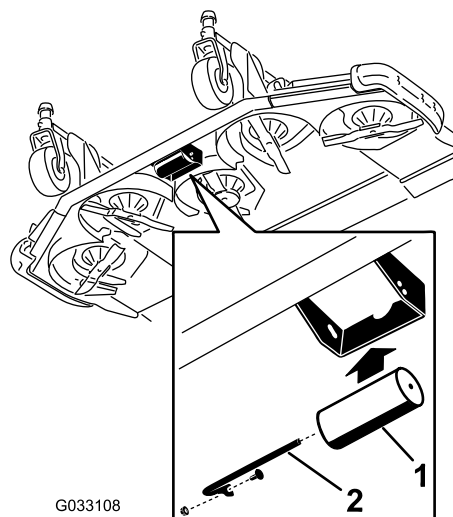

Figura 27
2. Alinee el rodillo con los taladros superiores e instale el eje con el tornillo y la tuerca (Figura 27).